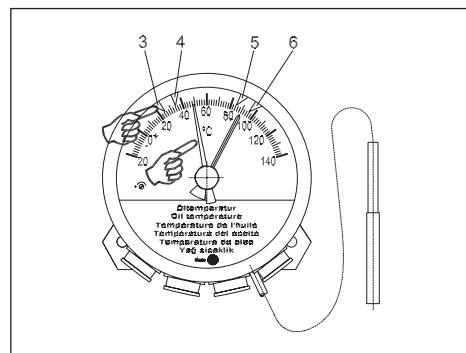

Fig. 4
4.2 Ajuste y comprobación de los microinterruptores (fig. 4)
Para comprobar los microinterruptores que se hallan a la derecha de la aguja, girarla manualmente en el sentido de las agujas del reloj pasando por los microinterruptores y seguidamente devolverla a su posición. Un muelle de retroceso hace volver la aguja a nuevo a su posición de salida (fig. 4).